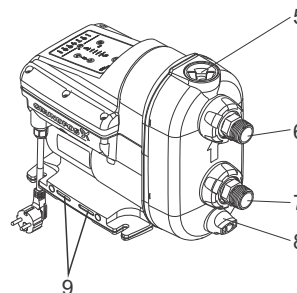

Рис. 20 Насос SCALA2
5. Поступово відкрийте і зніміть пробку заливного отвору. Див. рис. 20 (5).
6. Зніміть пробку заливного отвору і спорожніть насос. Див. рис. 20 (8).
7. Відкрутіть з'єднувальну гайку, яка фіксує впускний штуцер. Див. рис. 20 (7). Залежно від типу установки може знадобитися демонтувати труби з впускного і випускного штуцерів.
5. Поступово відкрийте і зніміть пробку заливного отвору. Див. рис. 20 (5). Пробка та зворотний клапан є єдиним цілим.